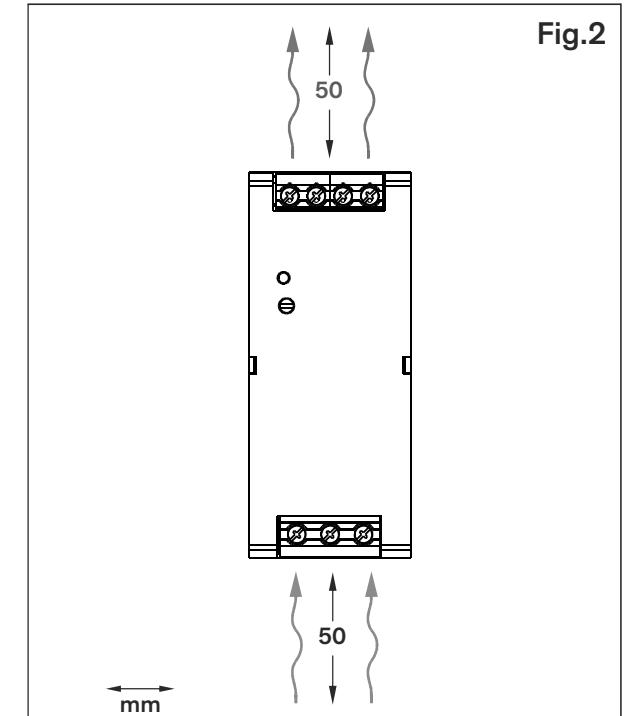

Fig.2
- The Power Supply wiring must be sufficiently fused. Fig.2
- Sufficient cooling must be ensured. Fig.2
The device can be mounted onto 35mm DIN rails, compliant with the specifications of DIN EN 50022. Observe the requirements for ventilation space above and below the device. Fig.2
- Für ausreichende Kühlung muss gesorgt sein. Fig.2
Das Gerät kann an 35 mm DIN-Schienen montiert werden, in Übereinstimmung mit der Spezifikation DIN EN 50022. Dabei sind die Anforderungen an die Ventilationsabstände über und unter dem Gerät einzuhalten. Fig.2
L'appareil peut être monté sur des rails DIN de 35 mm, conformes aux spécifications de la norme DIN EN 50022. Respecter les exigences en matière d'espace de ventilation au-dessus et en dessous de l'appareil. Fig.2
- Debe asegurarse una refrigeración adecuada. Fig.2
El dispositivo puede instalarse sobre carriles DIN de 35 mm, de acuerdo con las especificaciones de la norma DIN EN 50022. Es preciso cumplir los requisitos de provisión de un espacio de ventilación por encima y por debajo de la dispositivo. Fig.2